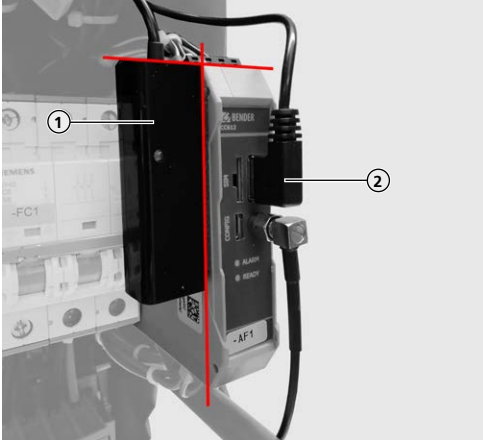

Fig. 4: Pegue el adaptador Ethernet USB al ras en la ECU
- ▶ Pegue **al ras** el adaptador Ethernet USB (1) en la ECU (véase Fig. 4).
- ▶ Inserte el conector USB (2) del adaptador Ethernet USB en la ECU.